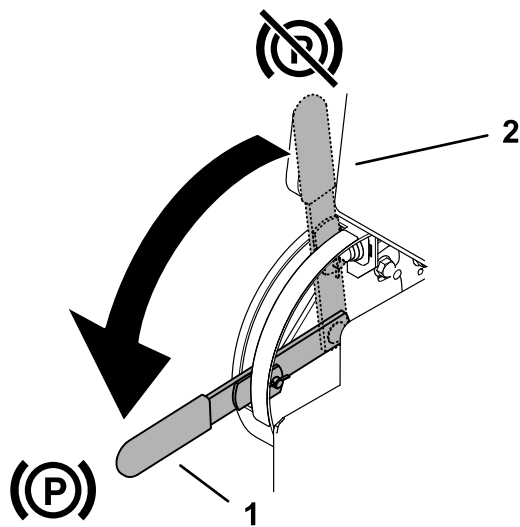

Figure 5
- Pour serrer le frein de stationnement, tournez le levier vers le bas (Figure 5).
- Pour desserrer le frein de stationnement, tournez le levier vers le haut (Figure 5).